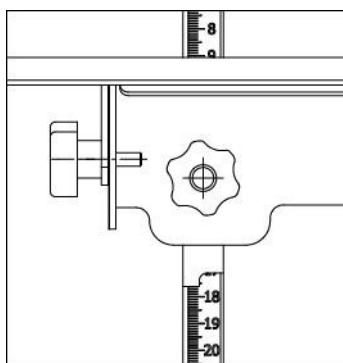

Рисунок 8.
- установить линейку на необходимую ширину распила, используя мерные шкалы на пильном столе (рис. 8).